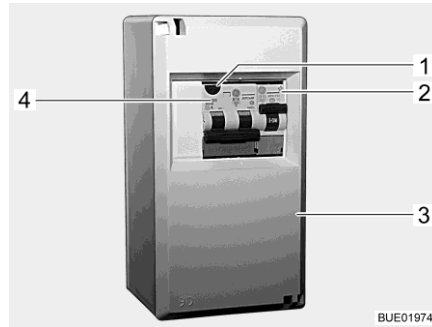

Bild 149 230-V-Sicherungskasten
Ein kombinierter Fehlerstrom-/Leitungsschutzschalter (Bild 149,4) im Sicherungskasten (Bild 149,3) sichert das gesamte Fahrzeug gegen Fehlerstrom (0,03 A) ab.
Der integrierte Leitungsschutzschalter (16 A) sichert die 230-V-Steckdosen, das Stromversorgungsgerät, das Zusatz-Ladegerät und den Kühlschrank ab. Bei Fahrzeugen mit Sonderausstattung (z. B. Klimaanlage) sichert ein zusätzlicher Leitungsschutzschalter (10 A) (Bild 149,2) das Gerät ab.
- Wenn das Fahrzeug an die 230-V-Versorgung angeschlossen ist, die Prüftaste (Bild 149,1) drücken. Der Fehlerstromschutz-Schalter muss auslösen.